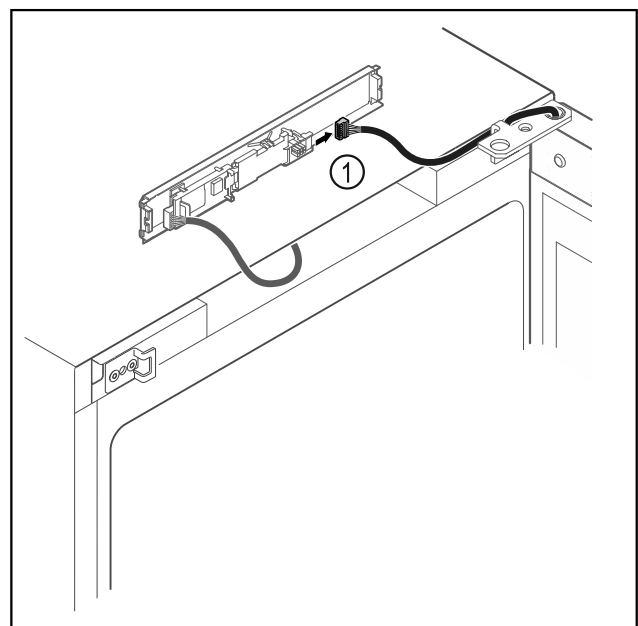

Fig. 16
- ▶ Odvojite utikač Fig. 16 (1) od tiskane pločice.